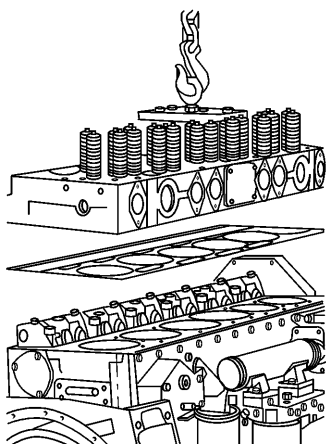

图 5-24 提升、安装气缸盖
6) 使用提升设备将气缸盖安放在气缸体上, 注意使前后的定位销正确入位 (图 5-24)。